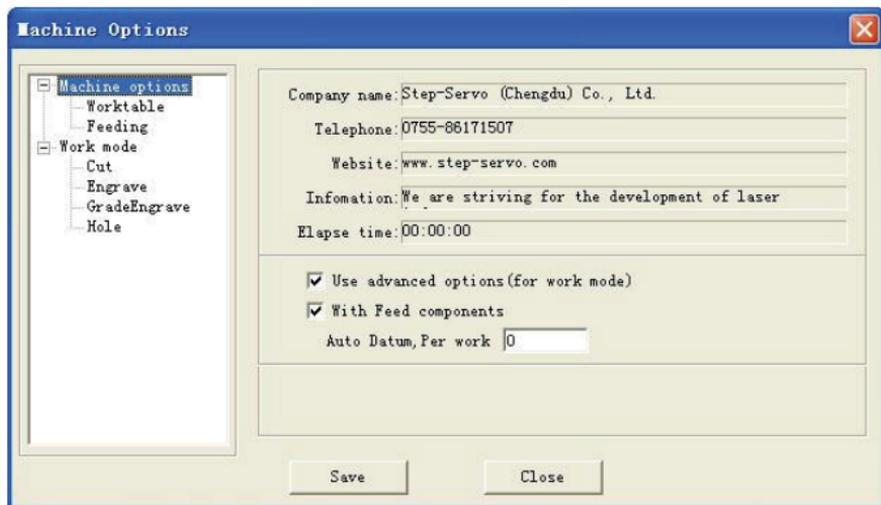

Рис. 6. Диалоговое окно настройки параметров лазерного станка
**Machine set / Options (Настройки лазерного станка).** Используется для настройки параметров работы лазерного станка (рисунок 6). Любое изменение этих параметров изменит работу станка. Перед изменением параметров необходимо проконсультироваться с поставщиком оборудования.